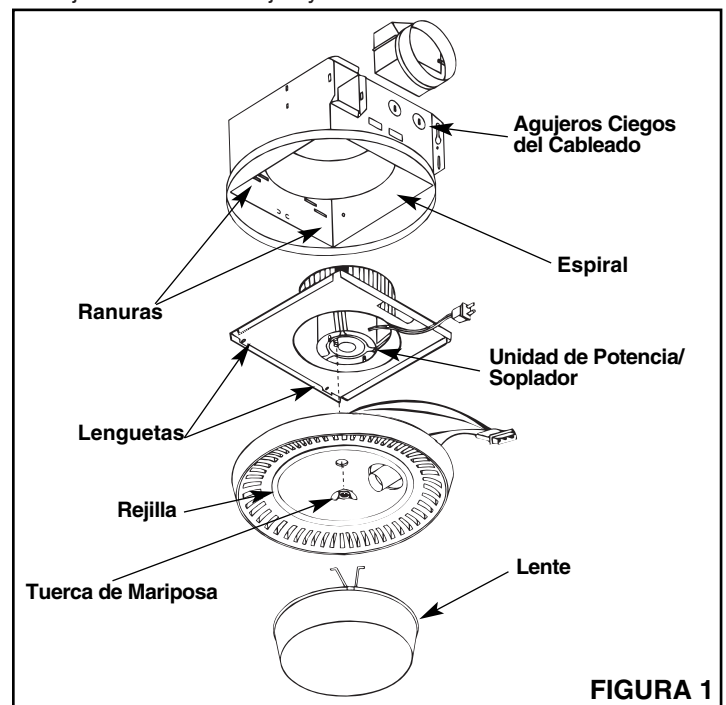

FIGURA 1
1. **Refiérase a la Figura 1.** Saque el conjunto de la unidad de potencia/soplador de la caja.
1. **Refiérase a la Figura 1.** Coloque el collarín del conducto sobre las bridas en la abertura de descarga del ventilador. Fije el collarín encajando las lengüetas a presión en las ranuras de las bridas.
1. **Refiérase a la Figura 1.** Coloque la unidad de potencia/soplador en la caja para que las lengüetas de la placa de montaje se inserten en las ranuras de la caja.
4. **Refiérase a la Figura 1.** Saque la unidad de potencia/soplador de la caja.